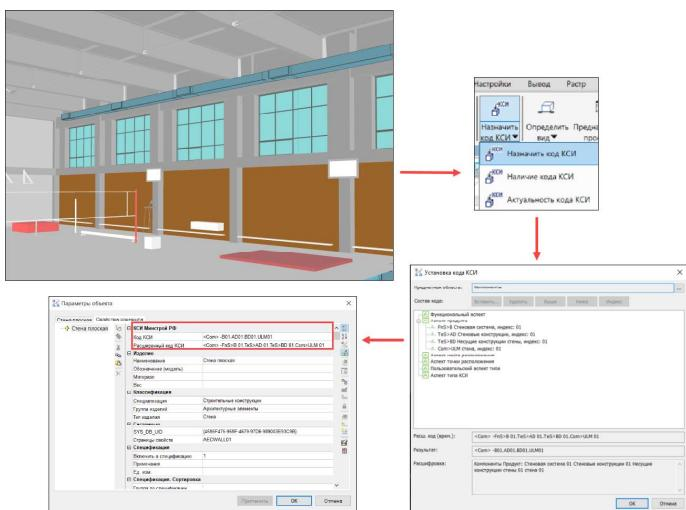

Рис. 12. Назначение кода КСИ в Model Studio CS Строительные решения
- 3) **Актуальность кода КСИ** – переход в диалоговое окно, где отображаются сведения об актуальности или неактуальности кода каждого из объектов. Все изменения параметров кода КСИ, произведенные в базе, отображаются в соответствующей строке (рис. 12).